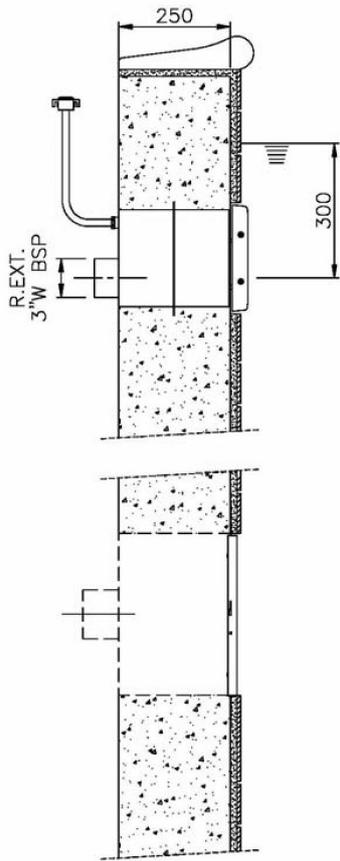
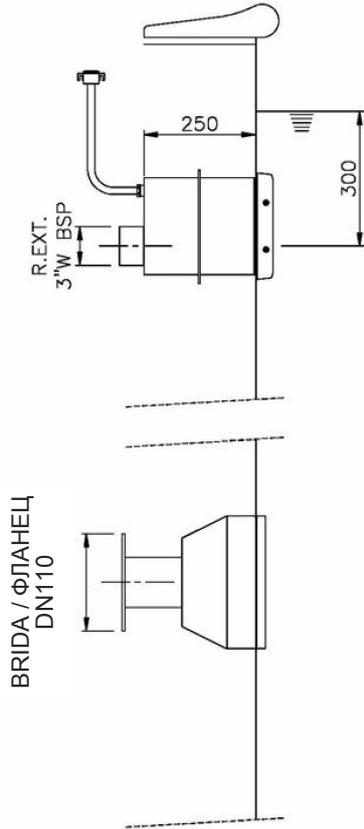

РИС. 1
РИС. 2
2а. УСТАНОВКА КОРПУСА (Рис. 1 – Рис. 2)
Корпусы необходимо устанавливать таким образом, чтобы два отверстия набивных сальников PG16 (26) были расположены наверху, а центральная часть форсунки находилась на расстоянии примерно 30 см ниже уровня воды (рис. 1).